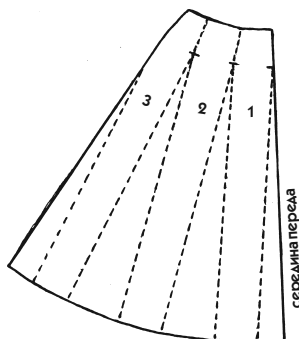

Рис. 232
- Закройте вытачки полностью (как если бы они были начерчены прямыми линиями). Если вытачки средние, как в нашем примере, вы получите фалды шириной 12—14 см (см. рис. 232).